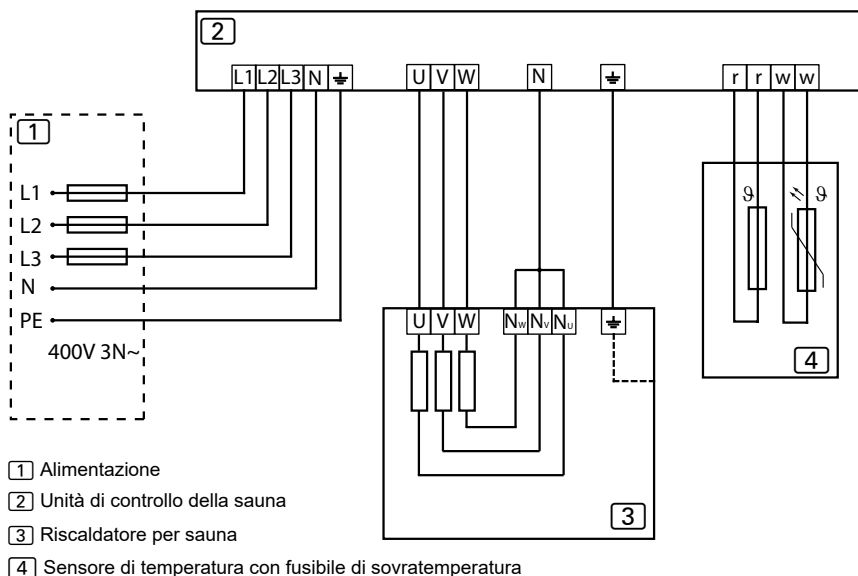

Figura 9. Schema elettrico 400V 3N~
- Ventilazione meccanica: lo sfiato dell'aria di alimentazione deve essere posizionato nella parte superiore della sauna, in modo da non interferire con il funzionamento del sensore di temperatura. (Figura 9. Distanza minima tra lo sfiato dell'aria di alimentazione e il sensore di temperatura.)